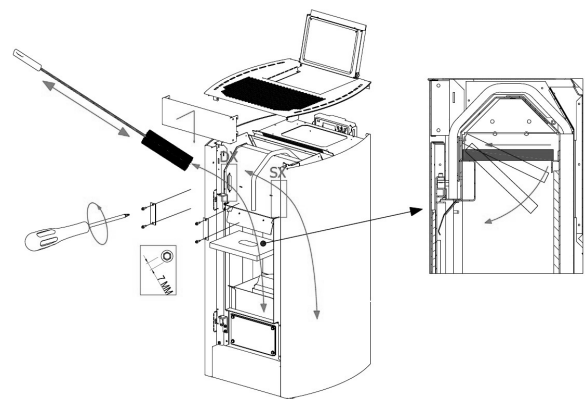

Fig. 84 - Reinigung
- Bei kaltem Ofen die Tür öffnen, Platte „F“ herausnehmen, indem die beiden Schrauben herauszuschrauben sind (siehe **Fig. 84**).